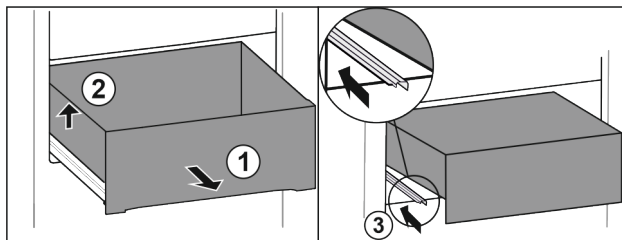

Fig. 13*
- ▶ Zásuvku zcela vytáhněte Fig. 13 (1).*
- ▶ Zásuvku vlevo nadzvedněte Fig. 13 (2).*
- ▶ Zasuňte levou kolejničku Fig. 13 (3).*